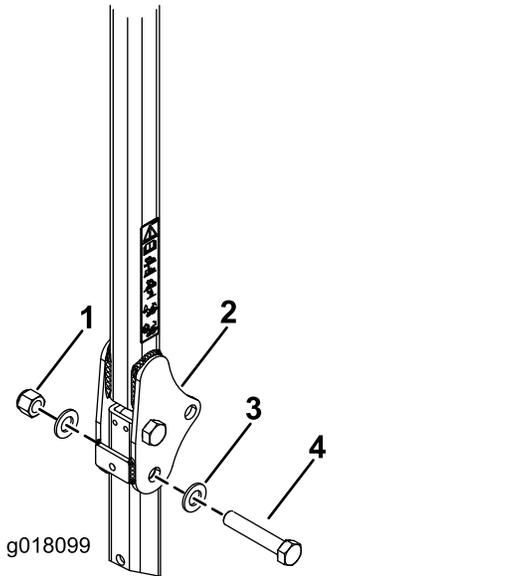

Figure 21
2. Placez une rondelle (13/16" x 1 1/2") sur chaque boulon (3/4" x 4"), comme montré à la Figure 21.
3. Placez les boulons et rondelles dans les trous occupés précédemment par les axes (Figure 21).
4. Placez une autre rondelle sur chaque boulon et fixez le tout avec des écrous (3/4"), comme montré à la Figure 21. Serrez les écrous à un couple de 323 à 396 N·m.
5. Serrez le boulon de pivot du système ROPS (Figure 21) à un couple de 91 à 113 N·m pour empêcher l'arceau de sécurité et le pare-soleil de rebondir.